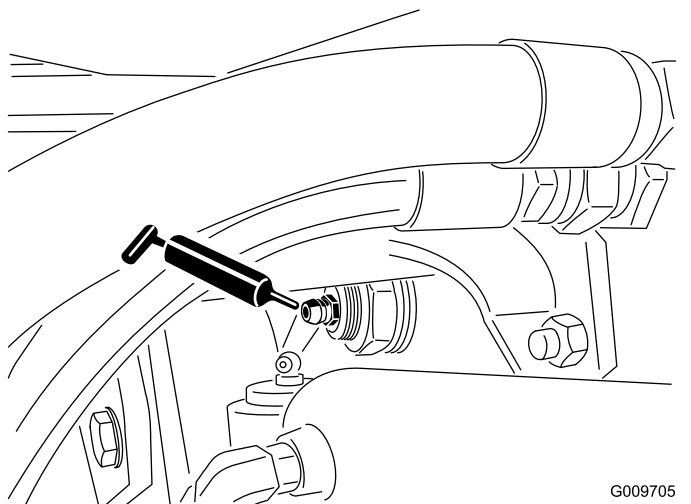

Рисунок 82
- Втулки шарниров задней оси (2 шт.) (Рисунок 82)